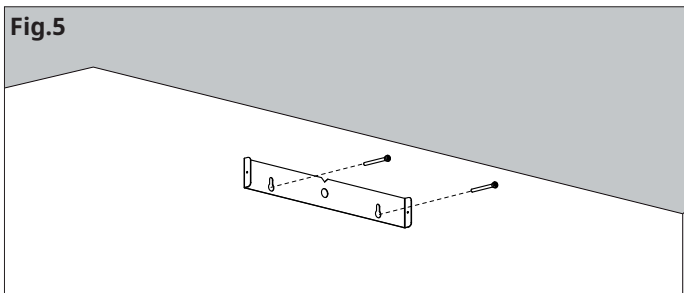

Fig.6
• Infilare il raccordo superiore **E** all'interno del corpo della cappa (Fig.6).